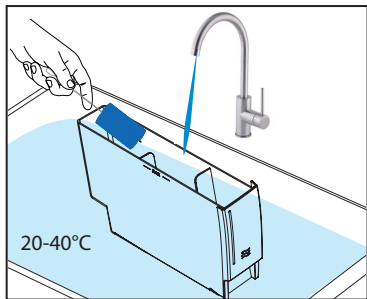

Bild 2
2. Rengör vattentanken med rent vatten, 20–40 °C. Ett livsmedelssäkert rengöringsmedel kan användas vid behov. (Se bild 2.)